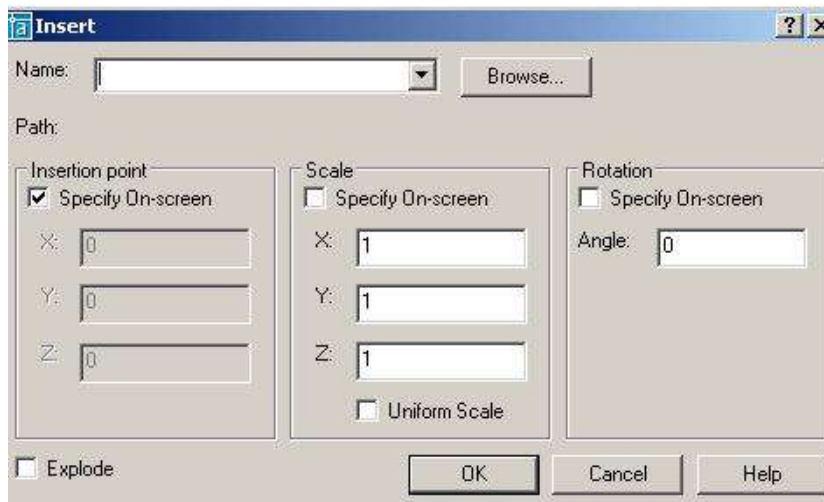

Рис. 39.
– Команда **Insert** (Вставить) – служит для вставки ранее созданного блока или чертежа из файла в текущий чертёж. Вызывается из падающего меню **Insert** (Вставить) → **Block** (Блок) или щелчком мыши по пиктограмме **Insert** (Вставить) панели инструментов **Draw** (Рисовать). В ответ на команду система открывает диалоговое окно **Insert** (Вставить), представленное на рис. 39.